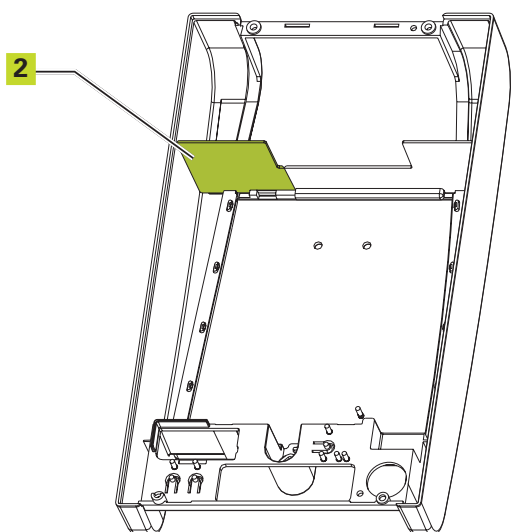

Fig. 72
**Précasser manuellement le profil interne en plastique (Fig.72 réf. ②) pour pouvoir loger le paquet des batteries.**